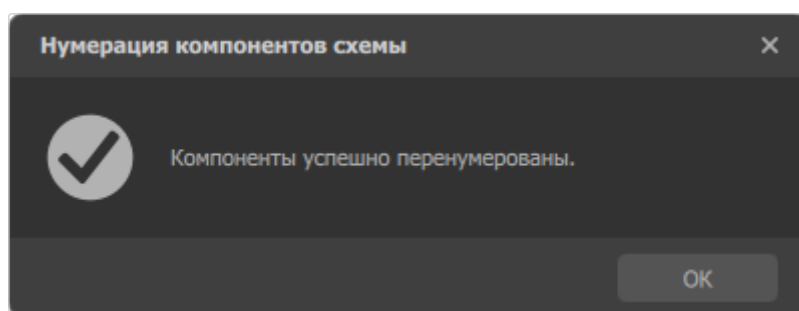

Рисунок 88. Диалоговое окно подтверждения перенумерации компонентов
- 2) В диалоговом окне, подтверждающем перенумерацию компонентов, нажать на кнопку ОК (см. рисунок 88).